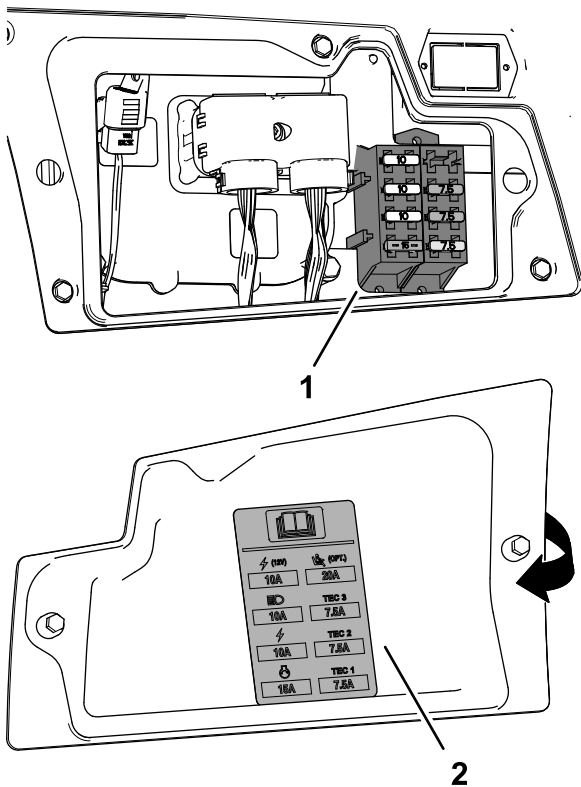

Figure 130
3. Remplacez le fusible défectueux (Figure 130) par un fusible de même type et de même intensité.